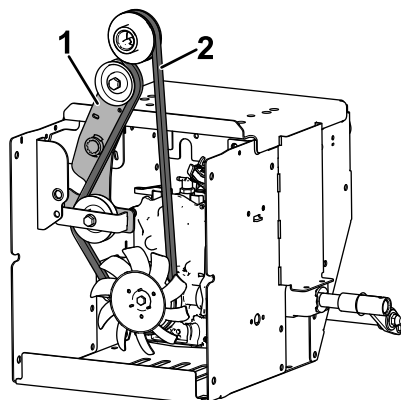

Рисунок 20
- Если приводной ремень используется повторно**, проложите его, как показано ниже (Рисунок 20).
- A. Проложите приводной ремень вокруг гидростатического привода в сборе (Рисунок 20).
- B. Установите 2 приводных шкива на коленчатый вал и проложите приводной ремень между шкивами (Рисунок 20).